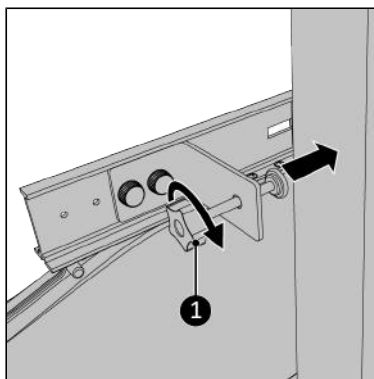

Abbildung 135.
- Schrauben Sie die Klemmschraube vorsichtig am Fensterrahmen fest (Abbildung 135, Pos. 1).